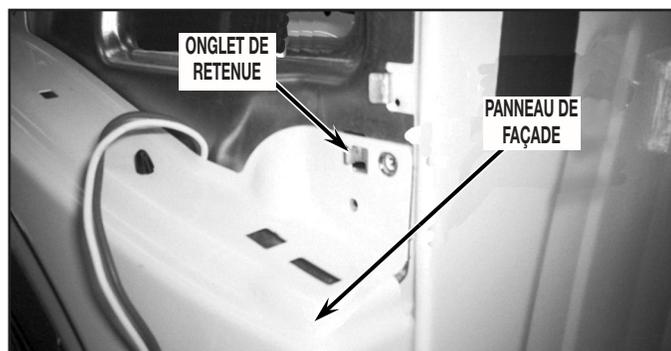

FIGURE 9
13. Séparer le panneau de façade de la sécheuse : soulever le panneau et dégager les onglets de retenue (un de chaque côté) - voir la Figure 9.